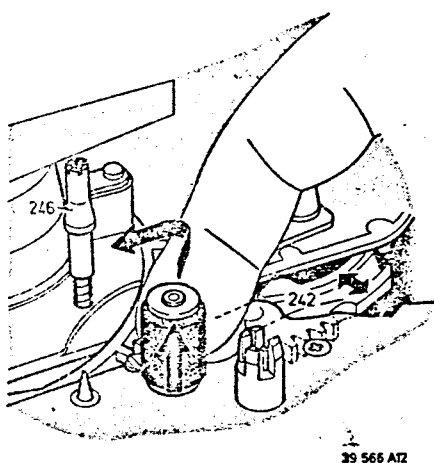

Fig. 3-1-14
- Anpreßrolle nach links in Pos. B schieben, unterm Flansch einheben und weiter bis zum Anschlag schieben (Abb. 3-1-14).
- Anpreßrollenschieber horizontal etwas nach rechts drehen (Abb. 3-1-14).
- Anpreßrolle kurz nach hinten und dann nach links schieben, dabei Schieber links anheben, bis Anpreßrolle an Nase vorbei ist (Abb. 3-1-14).